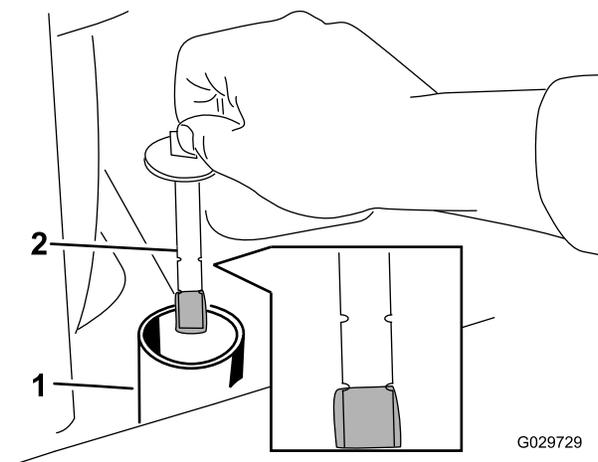

Рисунок 59
6. Снимите крышку гидравлического бака и извлеките погружной щуп (Рисунок 59).